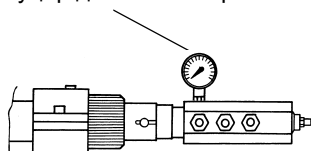
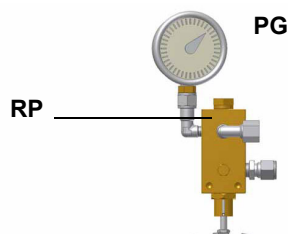

Рис. 9
Рис. 10
- 5 Давление питания форсунки уже отрегулировано заранее на заводе-изготовителе и не должно изменяться. Только в случае необходимости, отрегулировать давление питания (см. соответствующий параграф) следующим образом: установить манометр в положение, указанное на Рис. 9, воздействовать на регулировочный винт **VR** насоса (см. Рис. 10) до получения на форсунке давления в 20бар (форсунки Monarch или форсунки Bergonzo - см. на стр.33-34);